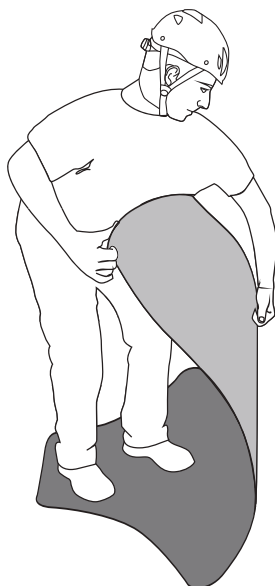

Fig.7
- a) Togliere il telo **"HALF ROLLY"** dalla sacca di trasporto (O) e rimuovere la fettuccia con cricchetto (N),
- b) distendere il piano d'appoggio (A) e renderlo piatto riavvolgendo al contrario le estremità e piegando la parte centrale (fig. 7),